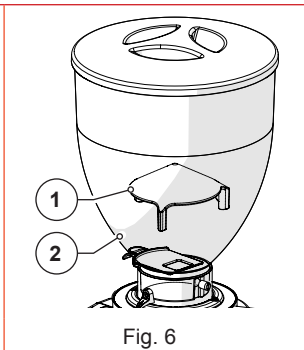

Fig. 6
- **Fungo anti intrusione su tramoggia di alimentazione caffè (Fig. 6)**